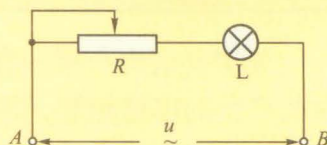

图 2-2-3
4. 如图 2-2-3 所示, L 是一个小灯泡, R 是一个滑动变阻器, 标有“ $10 \Omega \ 1 \text{ A}$ ”字样, A、B 两端接在电压为 u 的交流电源上. 在 L 和 u 分别为下面两种情况时, 能否通过调节滑动变阻器而使灯泡 L 正常工作?